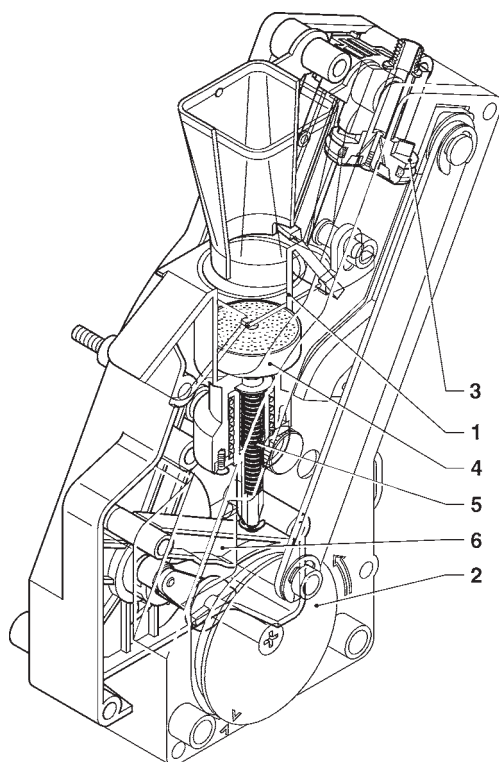

Fig. 17
Lorsqu'on effectue une sélection de café, durant le fonctionnement du moulin à café, le groupe accomplit une rotation de 180° de façon à ce que la chambre d'infusion se place en position verticale (voir fig. 17).
Le café tombe alors dans la chambre d'infusion (1) placée en position verticale (voir fig. 17).